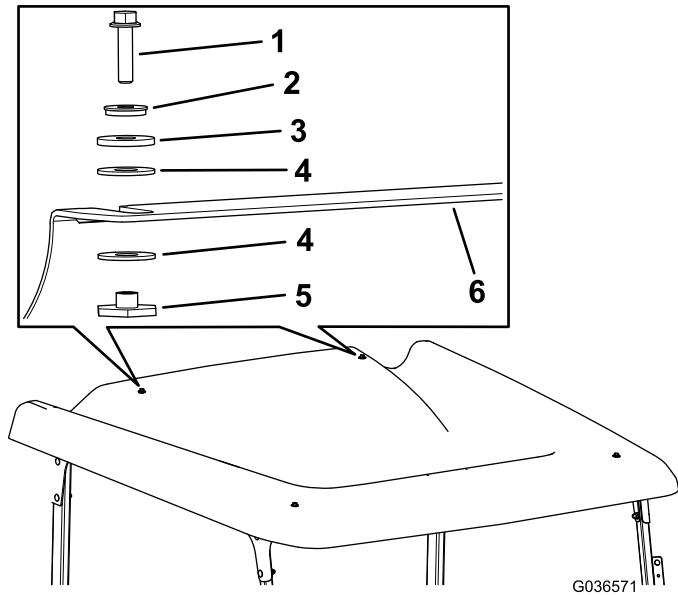

Figure 13
13. Fixez le pare-soleil à la liaison transversale arrière à l'aide de 2 boulons à embase hexagonale (1/4" x 1"), 2 rondelles de frottement, 4 rondelles en plastique et 2 douilles à embase (Figure 13).